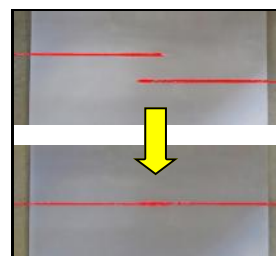

Fig. 1
- 5: Ruotare le unità laser fino ad allineare le due linee rosse e bloccare. (Fig 1)